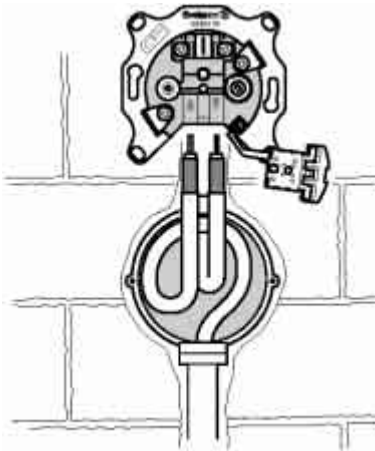

Fig.: 3
3. Installer les câbles coaxiales selon la Fig. 3.